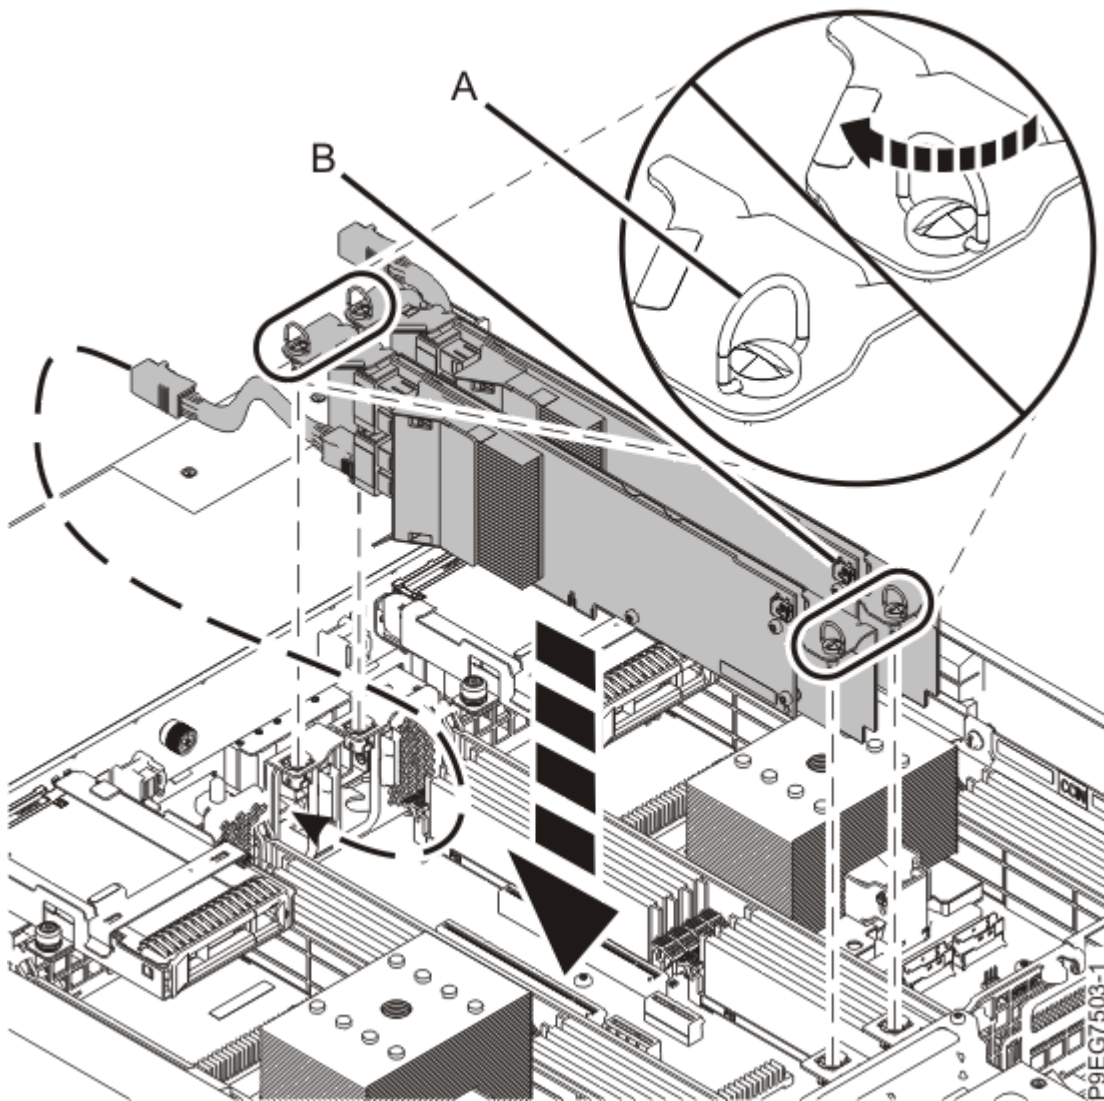

図 8. SAS RAID アダプターの再取り付け
4. SAS RAID アダプターをそのスロット内に押し下げながら、前面 SAS ケーブルを所定の位置に配線します。SAS RAID アダプターを押し下げて、完全に装着します。ねじ **(A)** を押し込んで時計方向に回転して、SAS RAID アダプターをしっかりと装着します。11 ページの図 8 を参照してください。